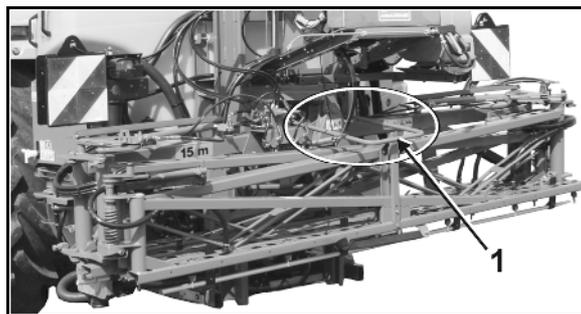

Fig. 43
- o Abaissez la rampe repliée en utilisant le réglage de hauteur, jusqu'à ce que le blocage automatique au transport (Fig. 43/1) verrouille la rampe (la distance entre le bord inférieur rampe-support et le bord inférieur rampe est seulement de 30 cm env.).
- o Le réglage en hauteur est ainsi verrouillé et empêche un déverrouillage inopiné du blocage au transport (Fig. 43/1).
Fig. 43 montre le blocage au transport verrouillé.